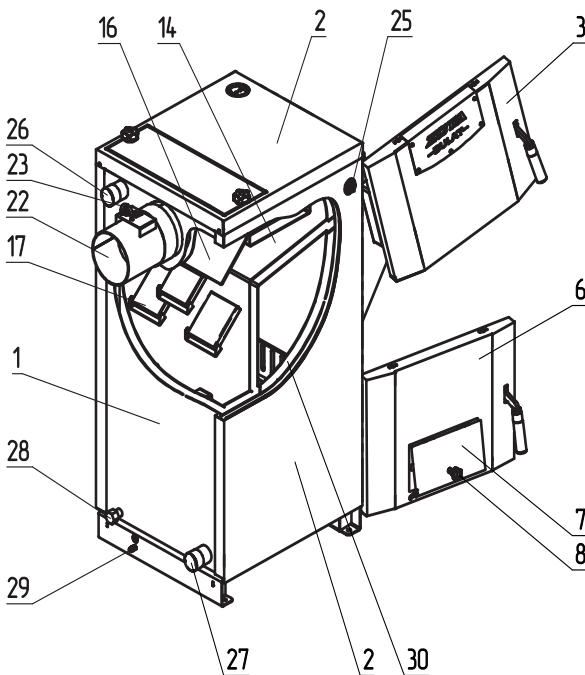

Рис.1 Конструкция отопительного котла
4.5.10. Эксплуатация котла без зольного ящика (поз.20 рис.1).
5.1. Котел (рис.1) состоит из корпуса (поз.1), топки (поз.13), патрубка дымохода (поз.22) (опция). Для регулировки тяги обязательна установка регулируемого патрубка дымохода ZOTA или шибера (задвижки), как элемента дымохода согласно СП 7.13130.2013. При закрытом положении шибера (задвижки) должно оставаться свободным не менее 20% номинального сечения патрубка дымохода. В нижней части топки устанавливаются колосники (поз.19) и зольный ящик (поз.20).
Внимание! Не допускается эксплуатация котла без установленного зольного ящика (Рис.1 поз.20). Эксплуатация котла без установленного зольного ящика приводит к прогоранию и деформации водонеохлаждаемых поверхностей котла. В случае нарушений условий эксплуатации котла рекламации не принимаются.
Внимание! Не допускайте переполнения зольного ящика (Рис.1 поз.20), так как это препятствует правильному распределению воздуха под топливом, что приводит к неэффективному горению топлива и может быть причиной прогорания и деформации водонеохлаждаемых поверхностей.
Внимание! Не допускается эксплуатация котла, без установленной шуровочной решетки (Рис.1 поз.18). Отсутствие шуровочной решетки может привести к повреждению лакокрасочного покрытия и прогару поддувальной двери. В случае нарушений условий эксплуатации котла рекламации не принимаются.
Внимание! Не допускается эксплуатация котла, без установленной заслонки (Рис.1 поз.15). Эксплуатация котла без установленной заслонки приводит к прогоранию и деформации воднеохлаждаемых поверхностей котла. Котел не выходит на номинальную мощность. В случае нарушений условий эксплуатации котла рекламации не принимаются.
- Откройте заглушку вертикального канала теплообменника (поз.11 Рис.1) и уберите заслонку 2 дымоотводную (поз.16 Рис.1);
- После установки шамотных кирпичей установите заслонку 2 дымоотводную (поз.16 Рис.1) и заглушку вертикального теплообменника (поз.11 Рис.1).